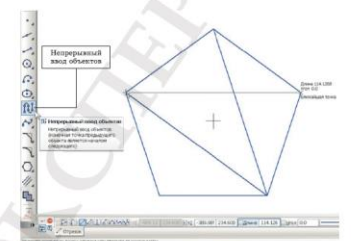

Рис. 3.12. Инструмент Непрерывный ввод объектов и построение пятиконечной звезды
3) Вставить звезду инструментом Непрерывный ввод объектов (рис. 3.12).